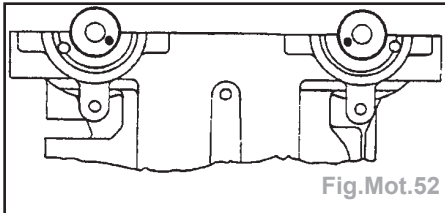

Fig.Mot.52
- Poser les arbres à cames et placer la goupille de commande d'arbre à cames d'admission dans la position à 4 heures et celle d'arbre à cames d'échappement dans la position à 8 heures (Fig.Mot.52).